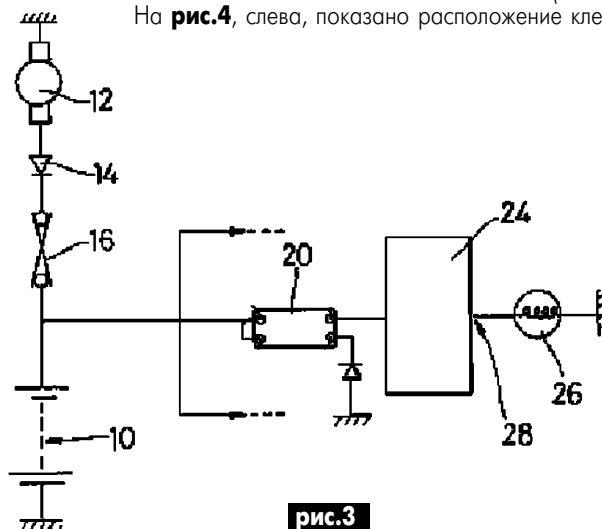

рис.3
**Электрические предохранители** описаны в патенте Великобритании 2320984 (1998 г.). На **рис.3** показан источник пи-